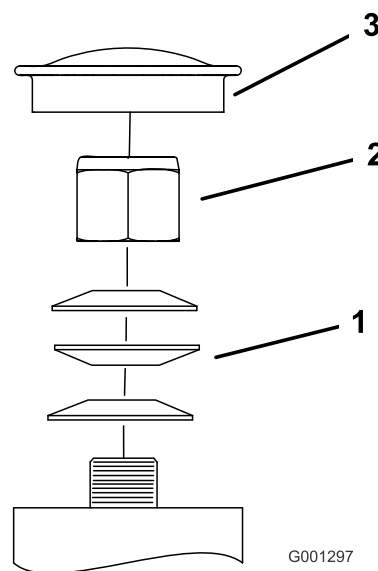

Figure 52
3. Retirez le capuchon antipoussière de la roue pivotante et serrez le contre-écrou (Figure 52).
4. Continuez de le serrer jusqu'à ce que les rondelles élastiques soient aplaties, puis desserrez-le de 1/4 de tour pour obtenir la précharge correcte des roulements (Figure 52).
Important: Veillez à placer les rondelles élastiques comme illustré à la Figure 52.
5. Remettez le capuchon antipoussière en place (Figure 52).